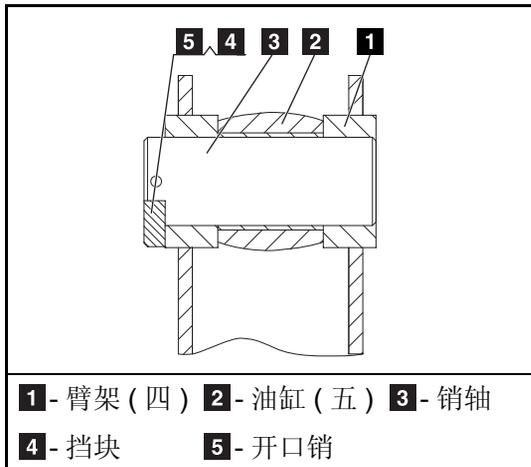

图 4-6(4) 油缸 (五) 与臂架 (四) 装配关系
- 按图4-6(2)连杆(七)与油缸(五)、连杆(八)装配关系,用钳子将开口销取出;在焊挡块那端用铜棒敲打销轴**5**,将销轴取出。拆下销轴**5**时,连杆(七)、油缸(五)分离开来。
- 按图4-6(4)油缸(五)与臂架(四)装配关系,用钳子将开口销取出;在焊挡块那端用铜棒敲打销轴**3**,将销轴取出。拆下销轴**3**时,臂架(四)、油缸(五)分离开来。
- 按图4-6(3)臂架(四)、臂架(五)、连杆(七)、连杆(八)装配关系,用扳手将卡箍螺钉松开,将卡箍取下来。